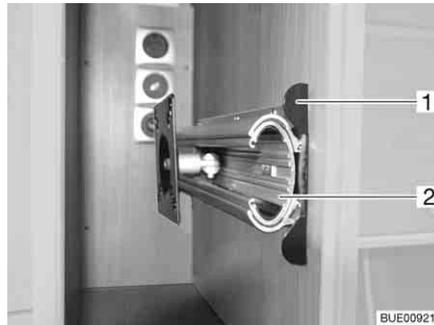

Fig. 67 Support dans le meuble de télévision
- Enfoncer la barre de déverrouillage (Fig. 67,1).
- Faire entièrement sortir la rallonge (Fig. 67,2).
- Faire coulisser la rallonge (Fig. 67,2) jusqu'à ce que la barre de déverrouillage (Fig. 67,1) s'encliquette.